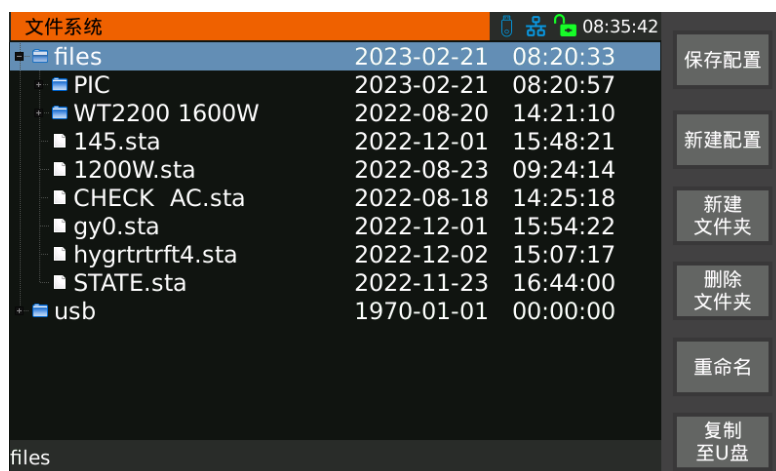

图 3-28 内部文件夹界面
1. 按下【FILE】键，进入文件管理界面，如图 3-28 所示。